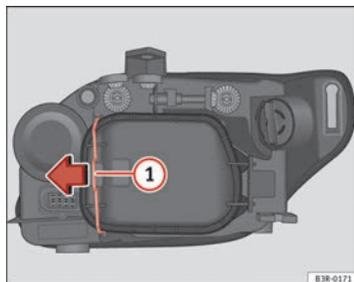

Fig. 200 Luz de posición (lado exterior vehículo)
- Desplace el tirante ⇒ fig. 200 ① en el sentido de la flecha y saque la tapa rígida separando primero el lado del tirante y sacando después las dos pestañas del extremo contrario de la tapa.